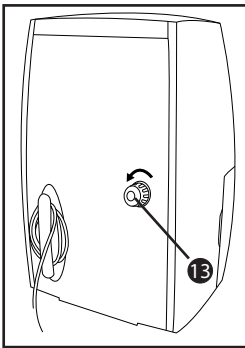

Abb. 2
- ◆ Schrauben Sie den Verschluss **13** auf der Rückseite des Gerätes heraus (siehe Abbildung 2).